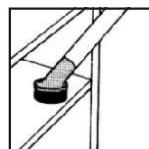

FIGURA 7
- 1.8 Exemplo de uso com escova redonda (Figura 7);